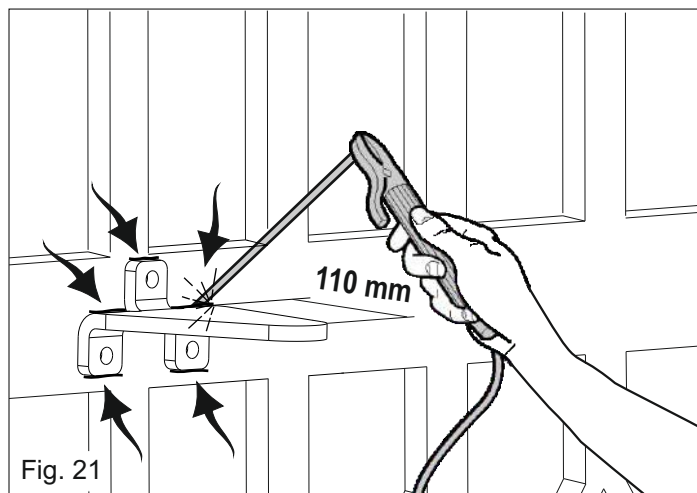

Fig. 21
- 2) Souder le support antérieure sur le portail en correspondance des points indiqués par les flèches (Fig. 21)